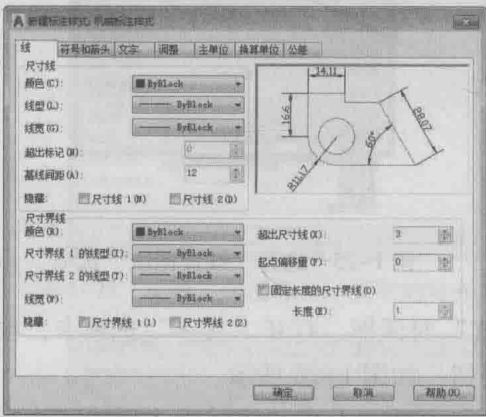

图 1-20 设置“线”选项卡
3. 在“新样式名”文本框中输入“机械标注样式”，单击“继续”按钮，弹出“新建标注样式”对话框并打开“线”选项卡，在“基线间距”文本框中输入12，即基线标注时尺寸线之间的距离为12 mm；在“超出尺寸线”文本框中输入3，即尺寸界线超出尺寸线3 mm；在起点偏移量文本框中输入0，即尺寸界线的起点和标注对象之间无偏移，如图1-20所示。